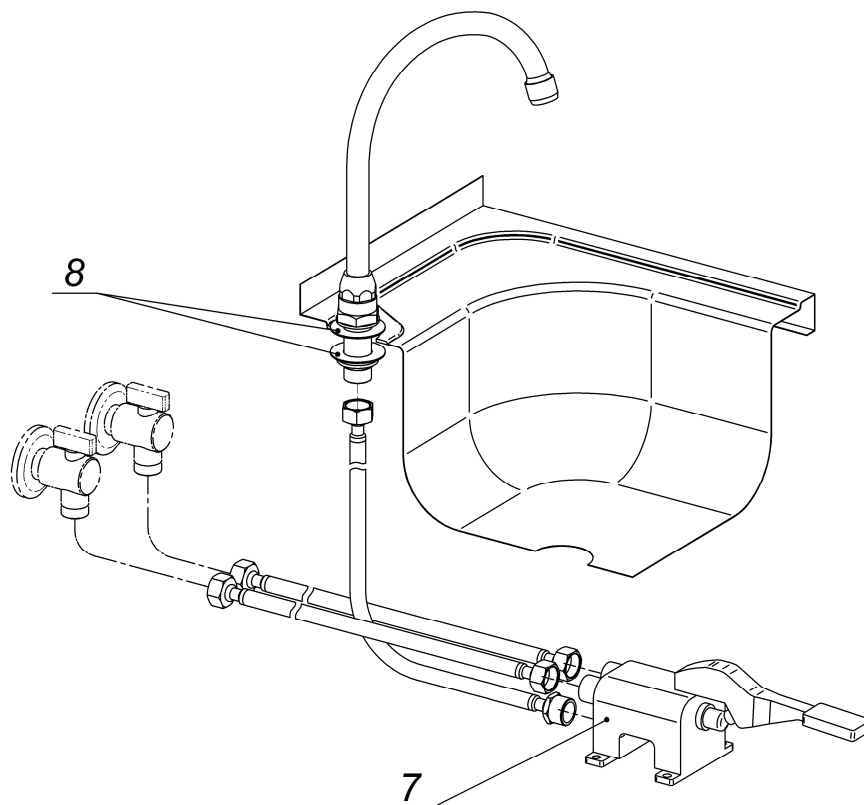

Рис.2 – Схема подключения гибкой подводки к педали подачи воды
- 7.5 Подключить педальный смеситель согласно рис.2. При необходимости педальный смеситель может быть прикреплен к полу рядом с рукомойником в любом удобном месте (крепёж прилагается).